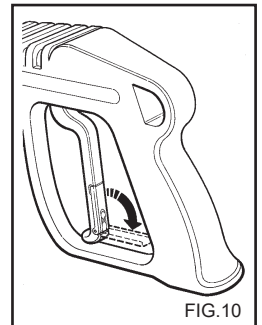

FIG. 10
- Wenn der Hochdruckreiniger nicht benutzt wird, die Sicherheitsvorrichtung am Griff schließen. (Fig.10)